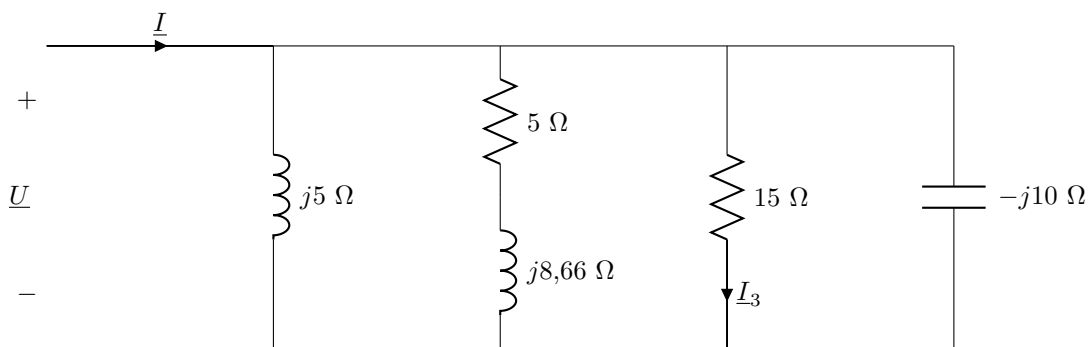

Figura 4.5: Circuito del problema 33.
33. Calcula la impedancia equivalente  $\underline{Z}_{\text{eq}}$  y la admitancia equivalente  $\underline{Y}_{\text{eq}}$  del circuito de la figura 4.5. Si la intensidad de corriente total  $\underline{I}$  que absorbe el circuito es  $33 \angle -13^\circ \text{ A}$ , obtén la intensidad de corriente  $\underline{I}_3$  y la tensión  $\underline{U}$ .